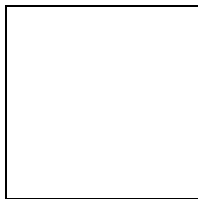

Figure 1-3 Schematic Diagram of Scanning X-ray Fluorescence Spectrometer
①单道扫描型 X 荧光光谱仪，简称扫描型 X 荧光光谱仪，也称作顺序测定型 X 荧光光谱仪（图 1-3）。